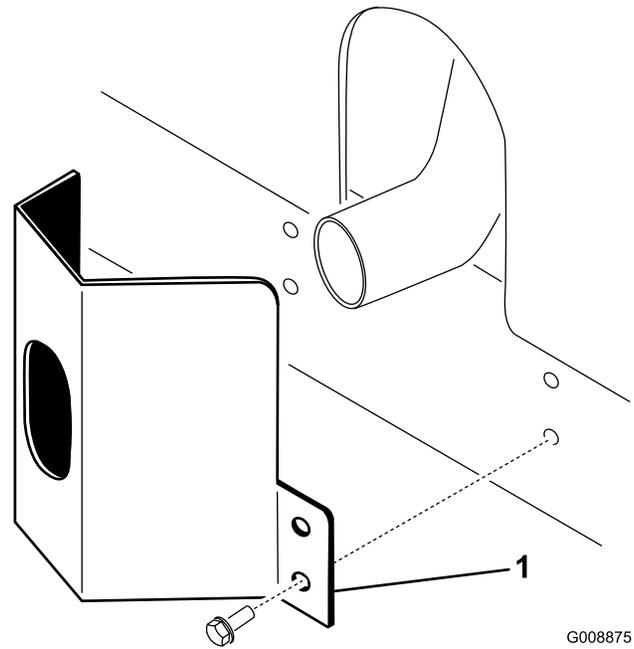

Figura 11
2. Fije el protector al bastidor con 4 tornillos autorroscantes (Figura 11).
1. Coloque el protector del tubo de escape alrededor del silenciador, alineando los orificios de montaje con los del bastidor (Figura 11).